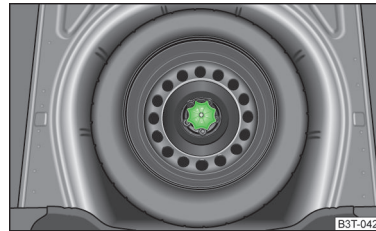

Abb. 171
Das Reserve- bzw. Notrad befindet sich in einer Mulde unter dem Bodenbelag im Gepäckraum und ist mit einer Spezialmutter befestigt » Abb. 171.
- Die Mutter » Abb. 171 entgegen dem Uhrzeigersinn herausschrauben.
- › Die Mutter » Abb. 171 im Uhrzeigersinn einschrauben, bis das Rad sicher befestigt ist.